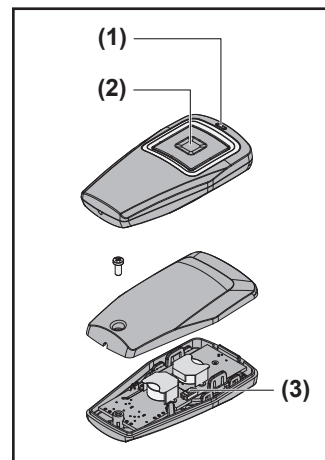
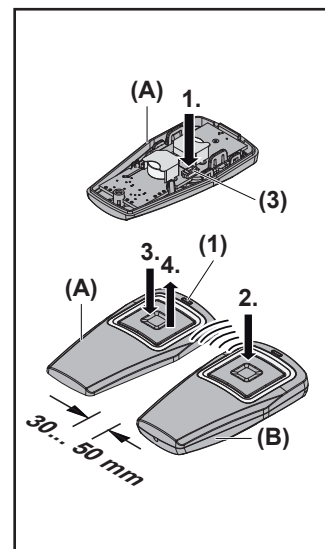

Fig. 1
Fig. 3
3 Description de l'appareil (fig. 1)
5.2 Utilisation de l'émetteur (fig. 1)
- Appuyez sur la touche (2) de l'émetteur. La fonction liée à cette touche (par exemple ouverture / fermeture de la porte) s'exécute.
5.3 Copie d'une fonction de touche (fig. 3)
3 Descrizione dell'apparecchio (fig. 1)
5.2 Utilizzo del telecomando (fig. 1)
- Premere il tasto (2) sul telecomando. In questo modo viene eseguita la funzione collegata al tasto (ad es. apertura / chiusura del portone).
5.3 Copia di un tasto funzione (fig. 3)